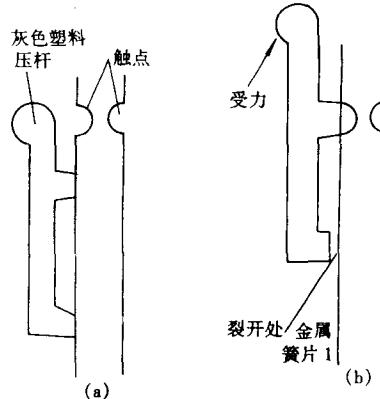

图 80
2. 检查带仓 B 放音系统的前端电路。经仔细检查这部分电路中的各元件，结果发现，走带机构的静噪接点 SA31 应该接触时不接触，呈图 80(b)所示的形状，两金属簧片未接触上。究其原因，主要是金属簧片 1[见图 80(b)所注]与塑料压杆相接处开裂所致。将开裂处用 502 胶水粘牢后，试机，带仓 B 录、放音恢复正常，故障排除。
**小结:**正常情况下,静噪接点 SA31 的外形如图 80(a)所示,2个金属簧片在未按下放音键时是张开的,按下放音键后,电机转动,并通过传动机构推动灰色塑料压杆向右动作(从机芯后面向前看),而此塑料压杆与左
侧金属簧片是粘接在一起的,通过此压杆的动作就可将两个簧片牢牢地压在一起(需要说明:压杆的启动比起电视的启动要延迟一个短暂的时间( $\Delta T$ ),以使电机刚刚启动而转速尚不正常时不送出声音,即静噪,否则此刻通过磁带传动会送出不正常的叫声或音调)。在塑料杆和金属簧片粘接完好的情况下,两者可同时动作。由于塑料压杆与金属簧片间粘接处开裂,致使两簧片的下方张开[见图 80(b)所示],加之,塑料本身也有一定的弯曲能力,致使在靠近上方粘接处会出现一定程度的弯曲,从而不能使两簧片压合到一起。以致造成了在放音电路中起放音静噪作用的电子开关(左声道为 VT301 右声道为 VT302)始终处于对地导通状态,从而使放音信号送不出去;同时,由于这个接点(SA31)该接触时未接触,也使在电路中起录音静噪作用的电子开关(左声道为 VT501,右声道为 VT502)始终处于对地导通状态,因而出现不能“录音”现象。